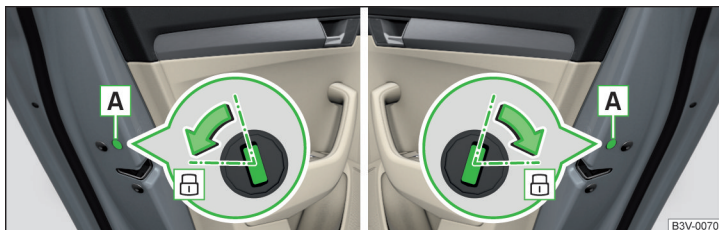

Fig. 248 Încuierea în regim de urgență: portiera spate stânga/dreapta
- > Deschideți respectiva portieră spate și îndepărtați masca **A** » fig. 248.